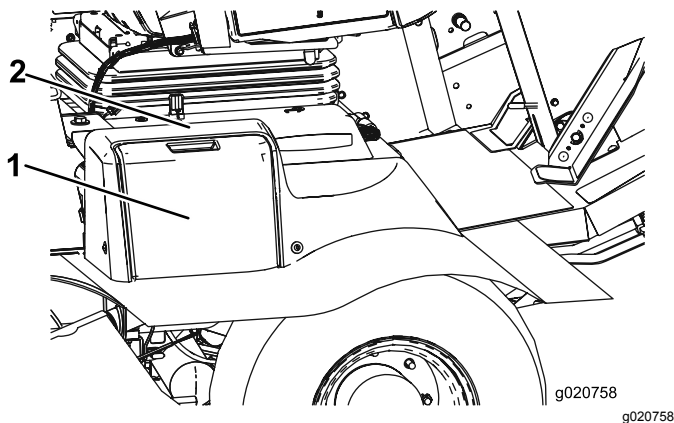

Figure 80
1. Ouvrez le couvercle de la batterie sur le côté du carénage (Figure 80).
Remarque: Appuyez sur la surface plate au-dessus du couvercle de batterie pour faciliter la dépose du couvercle (Figure 80).